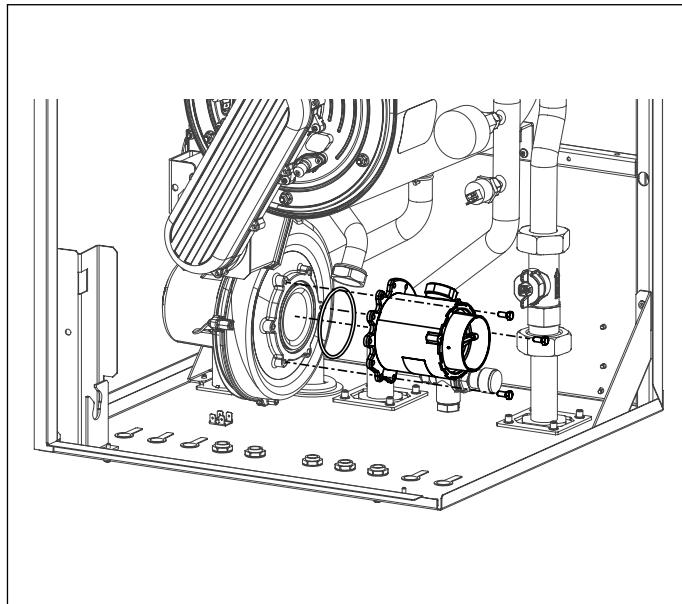

Рис. 35 Змішувач
- Зняти змішувальний вузол, відкрутивши три гвинта з циліндричною головкою(дивись Рис. 35 Змішувач).
- Закріпіть вузол підмісіу на вентиляторі за допомогою болтів з циліндричною головкою під шостикутник, не забуваючи встановити між ними кільцевий ущільнювач (див. Рис. 35 Змішувач).